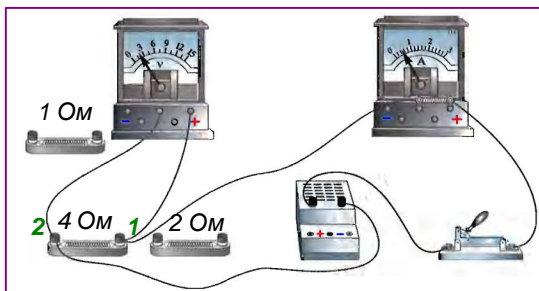
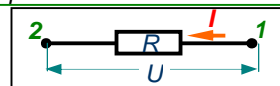

Рис. 88. Внешний вид собранной цепи для исследования зависимости силы тока от величины сопротивления 1-2
Рис. 89. Участок цепи 1-2, состоящий из проволочного сопротивления R .
Обратимся к опыту. На рис. 88 изображен внешний вид электрической цепи для такого исследования, включающий участок цепи 1-2 (см. рис. 89) в виде сменного сопротивления R , источник тока (аккумулятор) и ключ для его включения и отключения.
2. Пользуясь рис. 88, расскажите, как при помощи опыта устанавливают зависимость силы тока в участке цепи от сопротивления этого участка.
4. Рассмотрите *рис. 88* и таблицу результатов опыта, выполняемого в соответствии с этим рисунком. Какой № опыта таблицы соответствует рисунку? Как следует изменить рисунок, чтобы он соответствовал другому опытам, указанным в таблице?